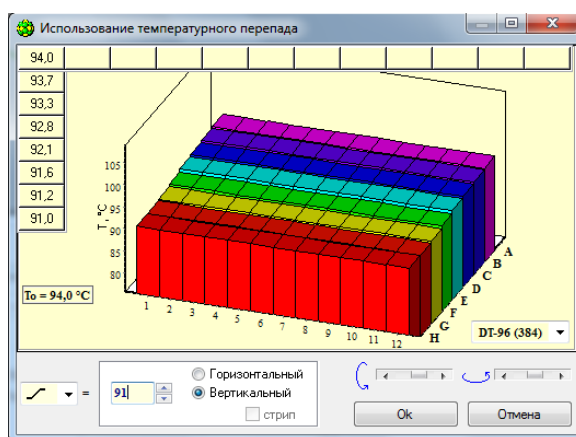

Рис.38 Вертикальный градиент
2. В соответствующей строке таблицы с программой амплификации с помощью кнопки  открыть окно. **Использование температурного перепада** (Рис.38) (пример для ДТпрайм).